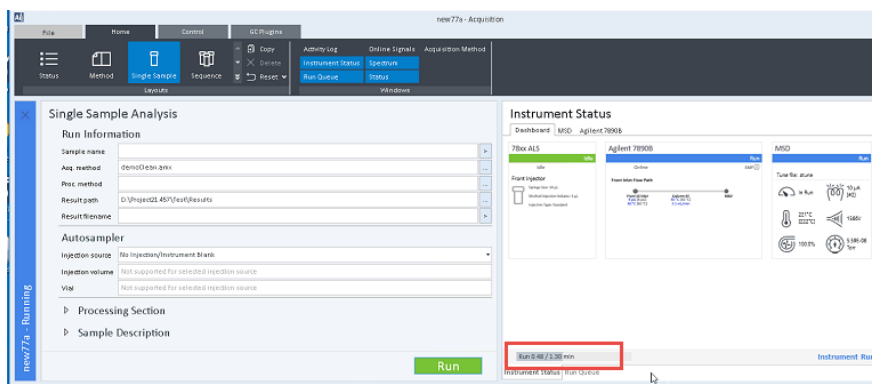

Figura 31. Contador regressivo
- 10 No painel, você pode monitorar o status de seu instrumento a partir do contador regressivo, realçado na **Figura 31**.